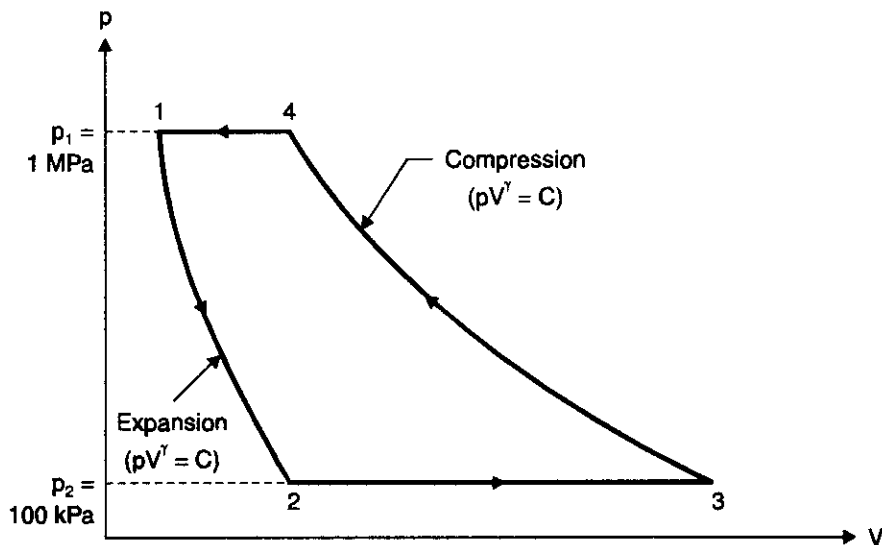

Fig. 14.7
**Solution.** Refer Fig. 14.7.